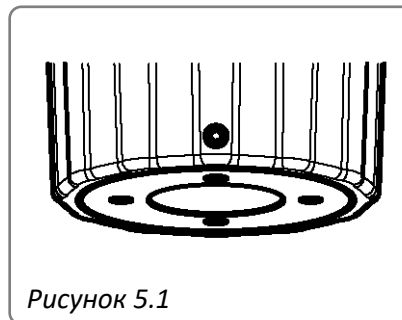
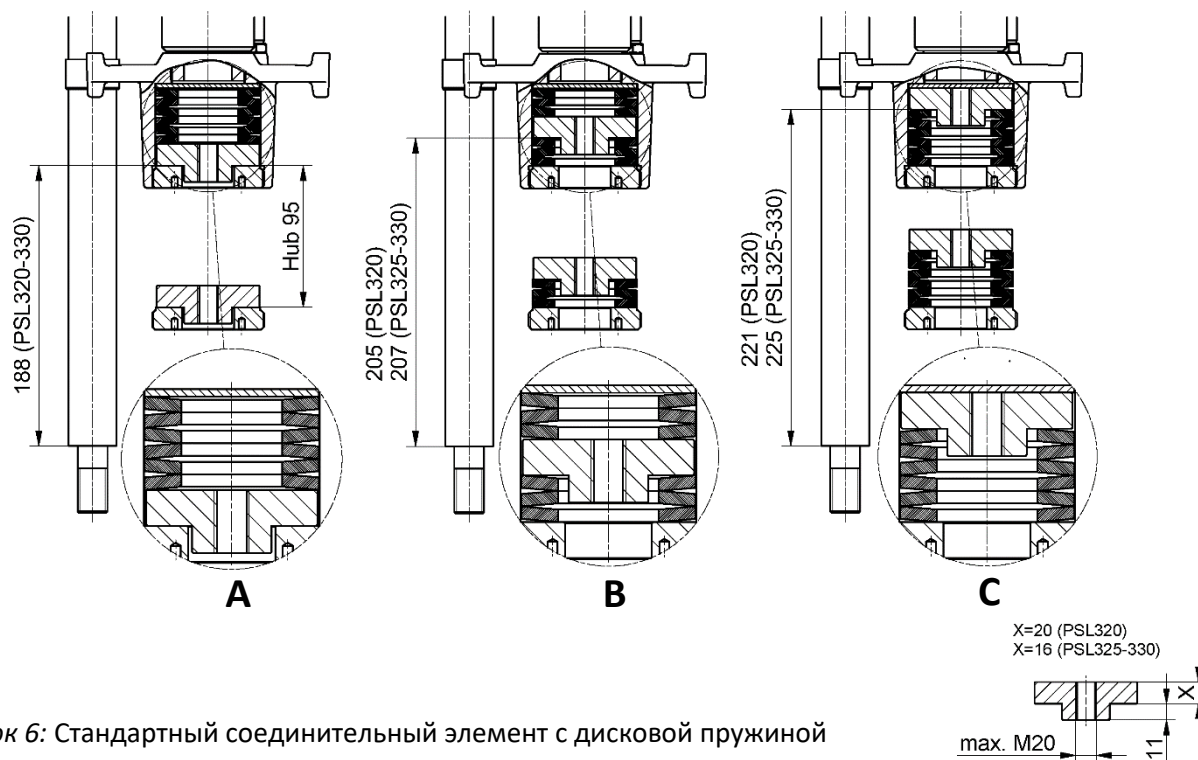

Рисунок 5.1
Рисунок 6: Стандартный соединительный элемент с дисковой пружиной
- Рисунок 6 на стр. 10).
- Введите стержни привода в отверстия пластины для крепления клапана (6) и затяните их крепежными гайками (7)
- Вытяните шпindelную гайку рукой и полностью наденьте ее на дисковые пружины и стяжной элемент, слегка прикрутите контргайку и затяните ее, дополнительно вытяните шпindelную гайку и при необходимости затяните до упора дисковые пружины с помощью прилагаемого торцевого ключа, затем затяните контргайку на одном уровне с нижним краем шпинделя и не выступайте (рис. 5.1, при необходимости, сжать диск ручкой).
- Затяните установочный винт с шестигранной головкой (2), торцевая гайка должна быть зафиксирована от отвинчивания.
- A: распределение слоев в проходном клапане с направлением закрывания «стержень клапана приближается к кулачку» (Рисунок 6)
- B: распределение слоев в трехходовом клапане (Рисунок 6)
- C: распределение слоев в проходном клапане с направлением закрывания «стержень клапана удаляется от кулачка» (Рисунок 6)